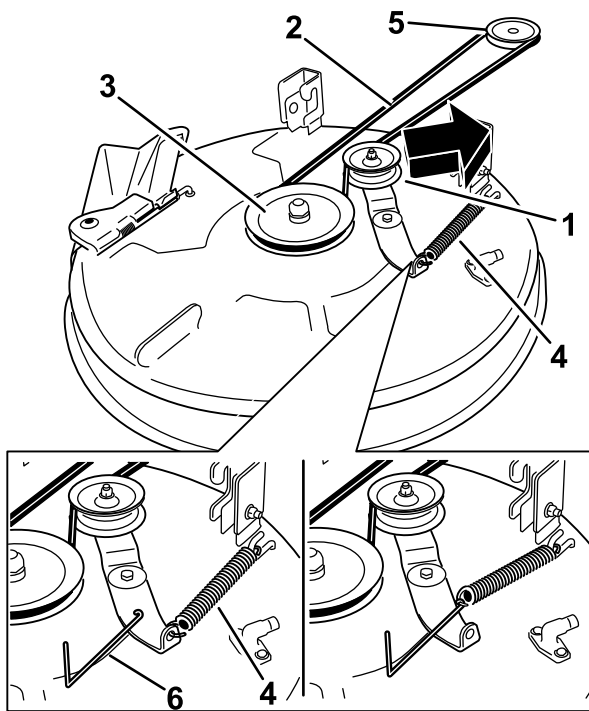

Figure 56
4. À l'aide d'un outil de dépose de ressort (réf. Toro 92-5771), décrochez le ressort du crochet sur le tablier pour éliminer la tension sur la poulie de tension et déchaussez la courroie des poulies (Figure 56).
- Acheminez la courroie neuve autour de la poulie du moteur et des poulies du tablier de coupe (Figure 56).
- À l'aide d'un outil de dépose de ressort (réf. Toro 92-5771), accrochez le ressort au crochet situé sur le tablier, ce qui a pour effet d'exercer une tension sur la poulie de tension et la courroie du tablier de coupe (Figure 56).